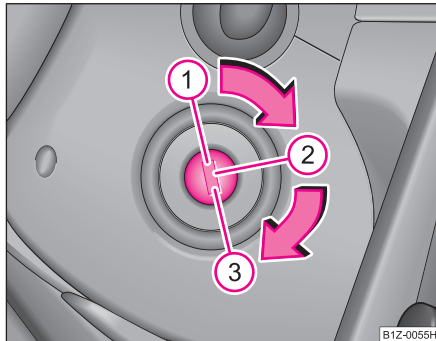

Fig. 108 Pozițiile cheii în contact
– Rotiți cheia în poziția ① ♥ pagina 117, fig. 108.